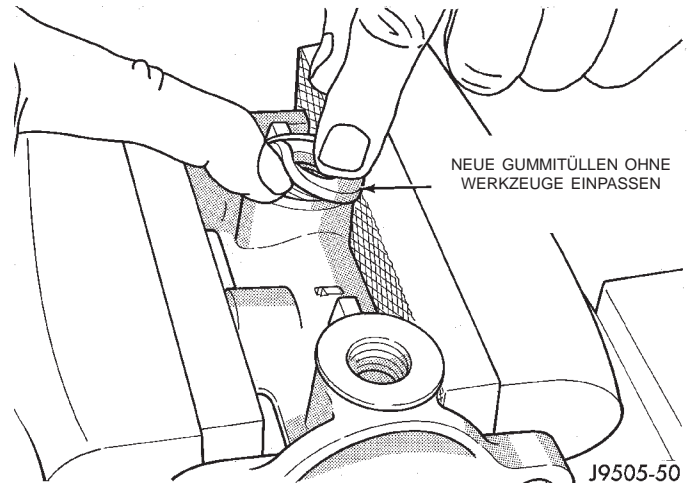

Abb. 45 Gummitüllen einsetzen
(1) Die neuen Gummitüllen mit frischer Bremsflüssigkeit benetzen und in den Hauptbremszylinder einsetzen (Abb. 45). Dabei keine Werkzeuge verwenden.